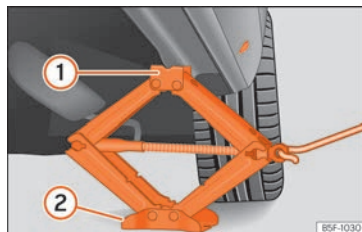

Fig. 39 Bas de caisse : placement du cric du véhicule.
- Tournez la manivelle du cric, placé sous le point d'appui du bas de caisse, pour le lever jusqu'à ce que l'ergot ① » » **fig. 39** se trouve sous le logement en plastique prévu à cet effet.
- Alignez le cric de sorte que l'ergot ① « s'encastre » dans le logement en plastique prévu à cet effet sur le bas de caisse et que la plaque de base mobile ② repose sur le sol. La plaque de base ② doit tomber à la verticale par rapport au point d'appui ①.